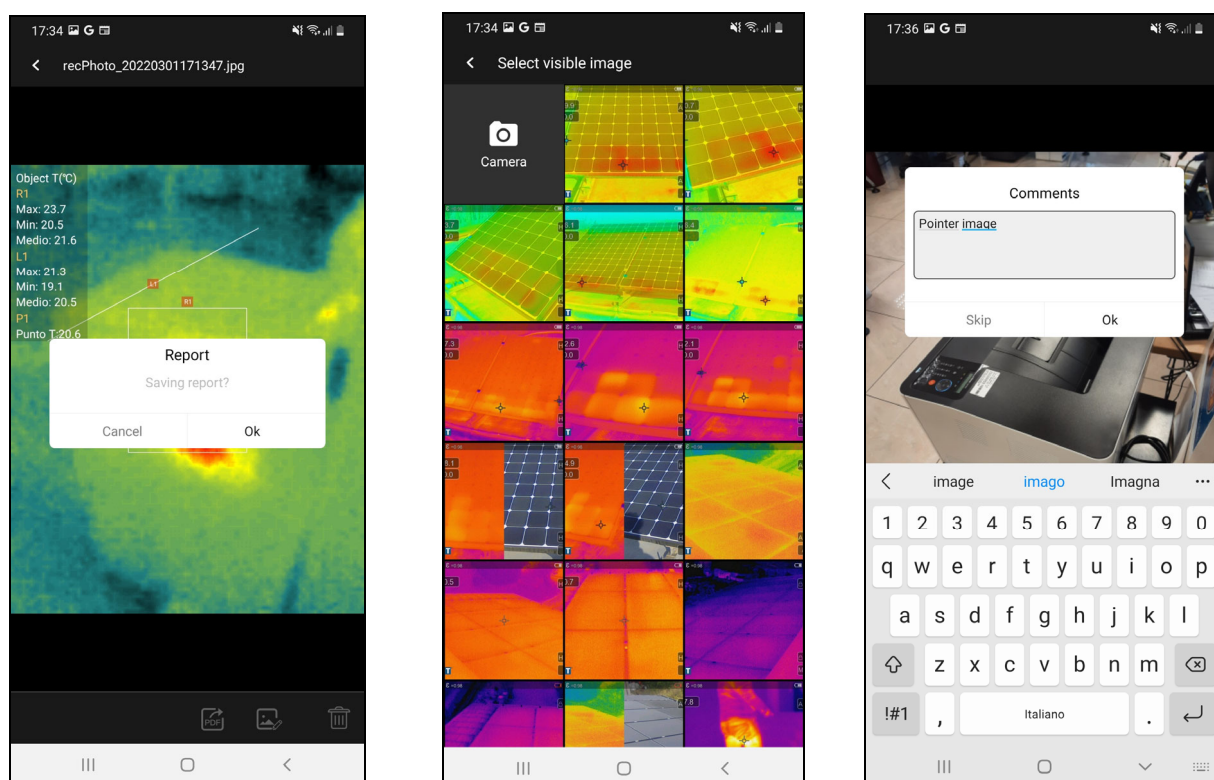

Fig. 12: Criação de relatório PDF
2. Clique no ícone  para executar a criação do relatório PDF associado à imagem seleccionada. O ecrã da Fig. 12 - lado esquerdo é apresentado no ecrã. Confirmar com "OK" para iniciar a operação.
3. Selecione uma imagem visível entre as disponíveis no dispositivo móvel ou tire uma fotografia instantânea do objeto em vista (ver Fig. 12 - parte central)